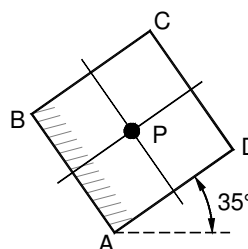

Figura 1
- Calcule por um processo analítico a tensão normal (σ) e a tensão tangencial (τ) que atuam na faceta **AB** e represente-as graficamente num esquema idêntico ao da **Figura 1**.